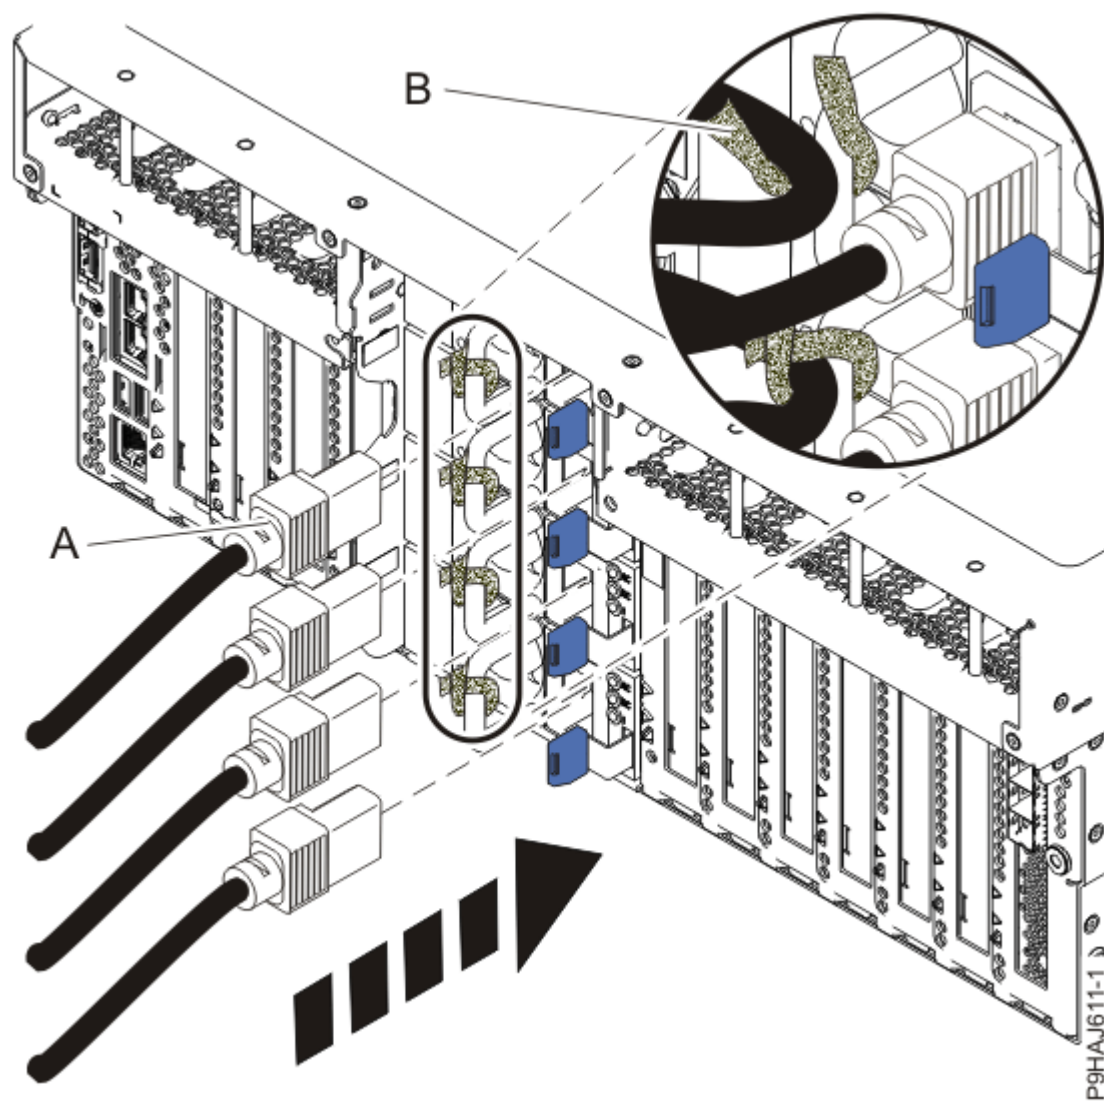
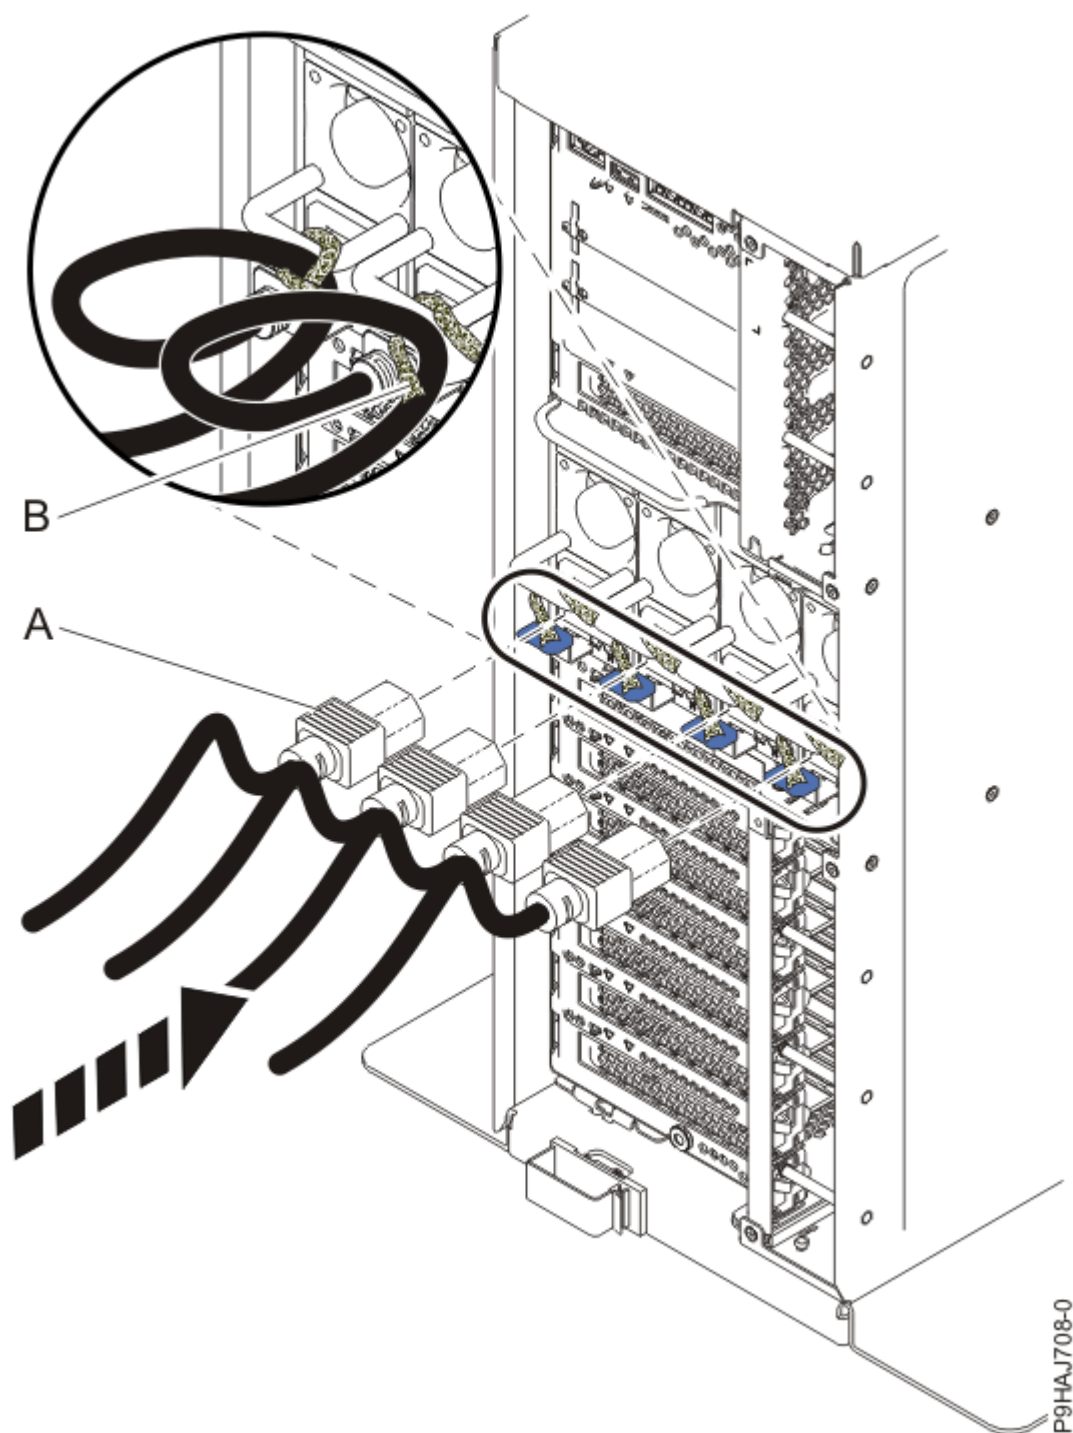

Figura 34. Connexió dels cables d'alimentació en un sistema muntat en bastidor
Figura 35. Connexió dels cables d'alimentació en un sistema autònom
7. Mitjançant les etiquetes, torneu a connectar els cables d'alimentació **(A)** a la unitat del sistema. Colleu els cables d'alimentació **(A)** al sistema utilitzant les brides **(B)**, tal com es mostra a Figura 34 a la pàgina 36 o Figura 35 a la pàgina 37.